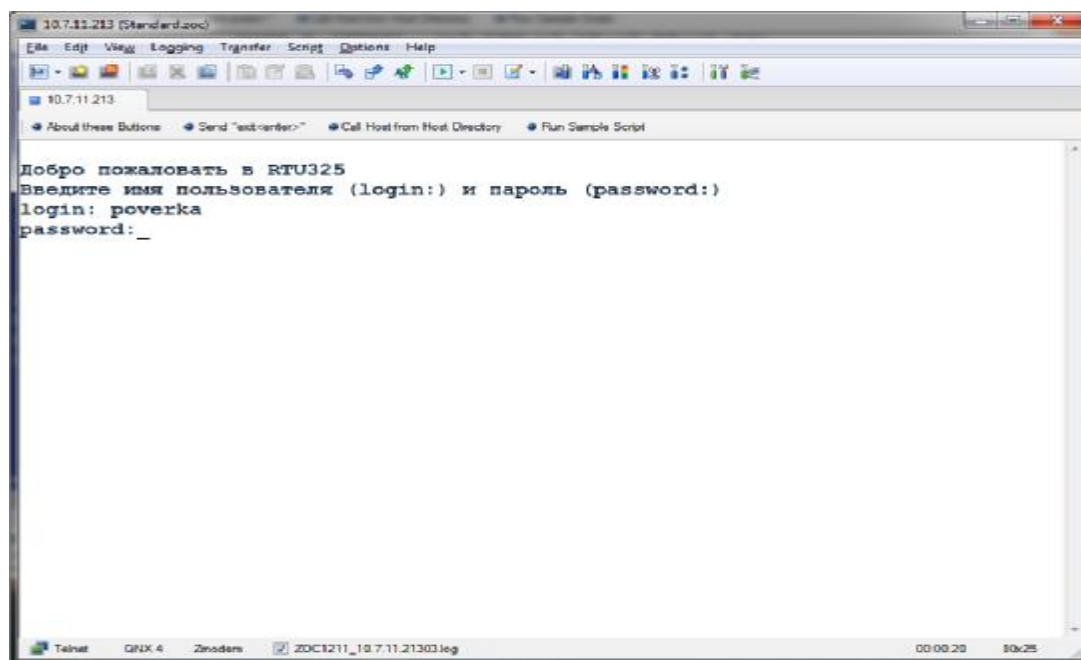

Рисунок 26
6.5.1.8. Войти в меню «Наладка» в пункт «Протокол поверки». В ответ на приглашение встроенного ПО ввести: Login: poverka, Password: p325 (рисунок 26)